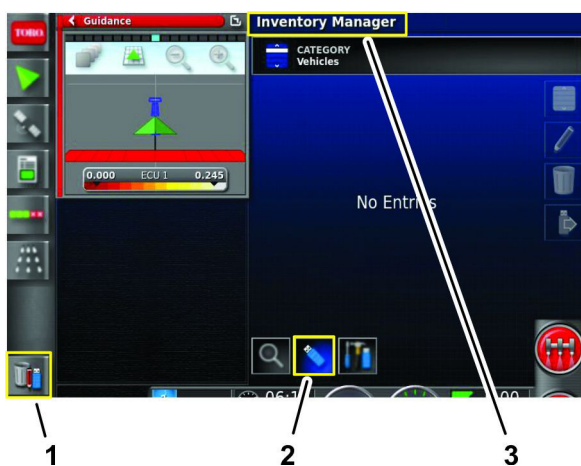

図 102
3. インベントリ管理アイコンを押す 図 102。
4. 画面上部のタイトルが インベントリマネージャーの状態、ビュー切り替えアイコンを押す 図 102。